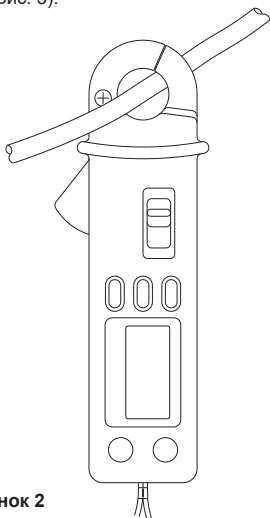

Рисунок 2
4. При измерении пост. тока показания будут положительными, если ток протекает сверху вниз относительно измерительного прибора, как показано на рис. 2.